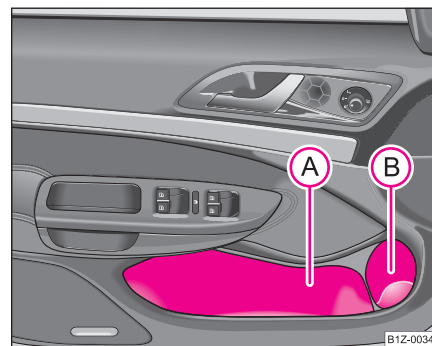

Fig. 105 Compartimento guardaobjetos en las puertas delanteras
A fin de no menoscabar el radio de acción del airbag lateral, utilice la zona (A) ⇒ fig. 105 del compartimento guardaobjetos sólo para depositar en ella objetos que no sobresalgan. ■